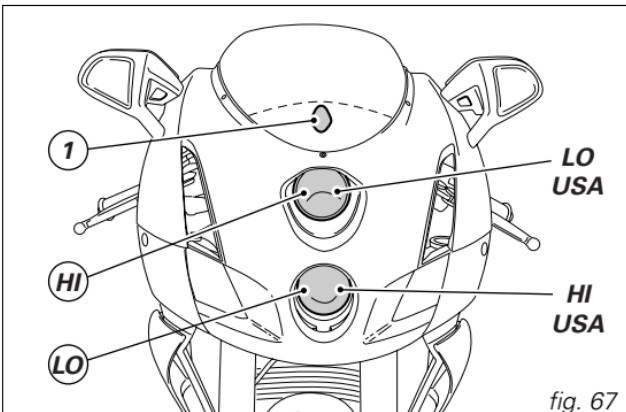

fig. 67
La figure 67 montre l'emplacement de l'ampoule du feu de croisement (LO), de route (HI) et de position (1).